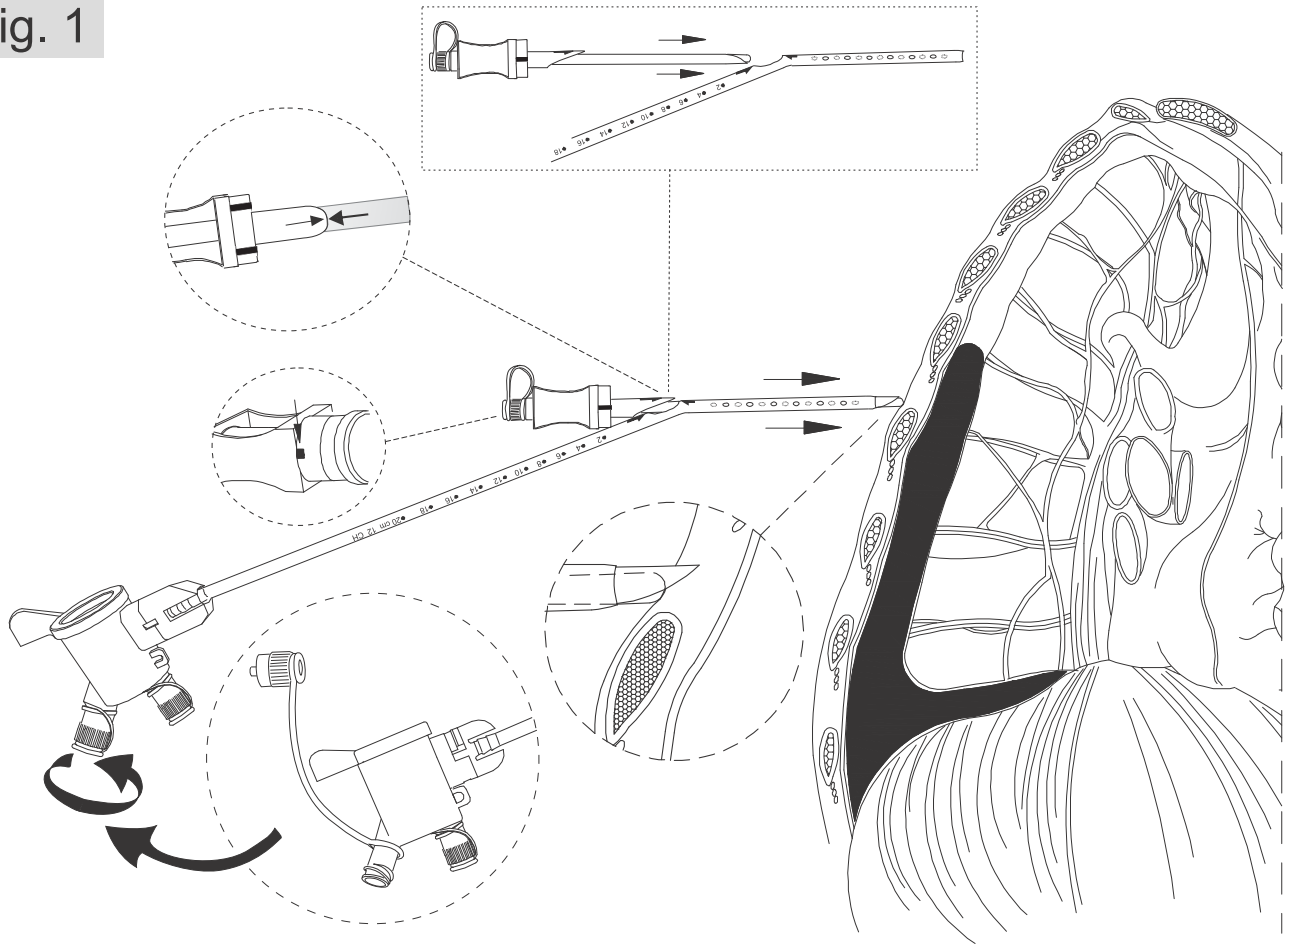

Fig. 2
- 1) Основной корпус (1) с тремя портами и селекторным переключателем. Первый порт (2), расположенный сзади, предназначен для введения иглы Вереша. Два других порта (3) имеют соединения типа «люэр», которые позволяют подключать такие дренажные устройства как шприцы, мешки для сбора жидкости и т.д. Инструкция по эксплуатации приведена ниже. На основном корпусе расположен селекторный переключатель (4), который позволяет, повернув его на 90°, осуществлять либо дренирование на гравитации, либо введение жидкостей, например, моющих растворов. Дренажный катетер с отверстиями (6) подсоединяется к основному корпусу при помощи переходника типа «бабочка» (5), который позволяет проложить между корпусом и катетером удлинительную линию (7).
- 2) Во всех версиях устройство имеет иглу-дилататор типа Вереша (8), который используется для расширения созданного доступа и прохождения через кожу пациента вместе с катетером. Этот расширитель имеет стилет с атравматичным кончиком, выступающим из конца иглы. Стиллет может скользить в продольном направлении до тех пор, пока не обнажится острие иглы во время введения, а затем возвращается в выдвинутое положение с помощью пружины. Дилататор имеет рукоятку (9) со встроенным визуальным индикатором, который сообщает пользователю о положении атравматического защитного стилета.
- 3) В комплект также входят: проводник (10) для точной управляемой постановки катетера. Проводник находится в собственном диспенсере, что облегчает его использование, и имеет J-образный кончик, который делает его атравматичным при постановке. Для создания первого чрескожного прокола используется игла для чрескожного доступа диаметром 18 G (11).
- 4) Устройства выпускаются с прямым катетером (рис. 1) или с катетером типа «свиной хвост» на дистальном кончике (рис. 2).